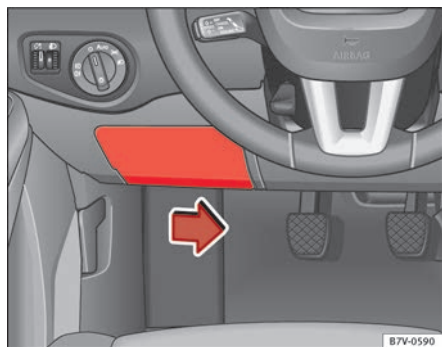

Fig. 199 En el tablero de instrumentos del lado del conductor: tapa de la caja de fusibles.
- Para liberar la tapa desplace hacia la derecha la maneta de accionamiento situada en la parte inferior de la misma ⇒ fig. 199.